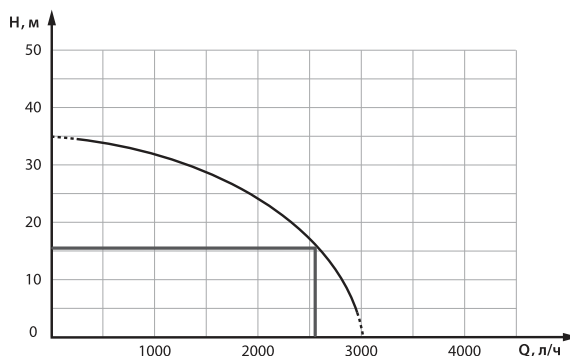

Рис. 2.2. График зависимости производительности от высоты подъема воды поверхностных насосов.
4. На графике (рис. 2.2) зависимости напора от производительности насоса находим величину расхода, она составляет примерно 43 л/м.